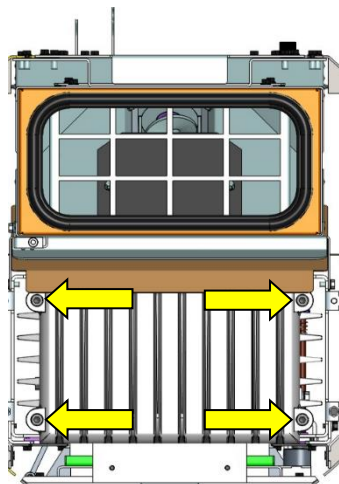

Abb. 41: Ausbau Gussdeckel
2. Die vier Befestigungsschrauben des Gussdeckels herausdrehen und den Deckel nach oben entnehmen (Abb. 41).